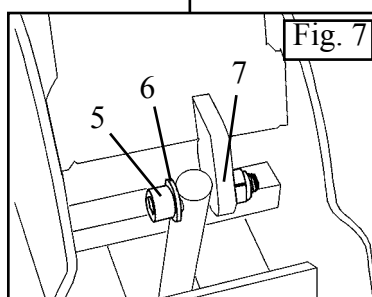

Fig. 7
Infilare il perno (5) comprensivo di rondella (6) per collegare il cilindro ribaltamento e il palo come indicato in fig. 7
Insérer l'axe (5) avec rondelle (6) pour brancher le vérin de basculement au bras, comme indiqué en fig. 7
Stift (5) mit Beilagsscheibe (6) einfügen, um den Kippzylinder mit dem Arm zu verbinden (siehe Abb. 7)